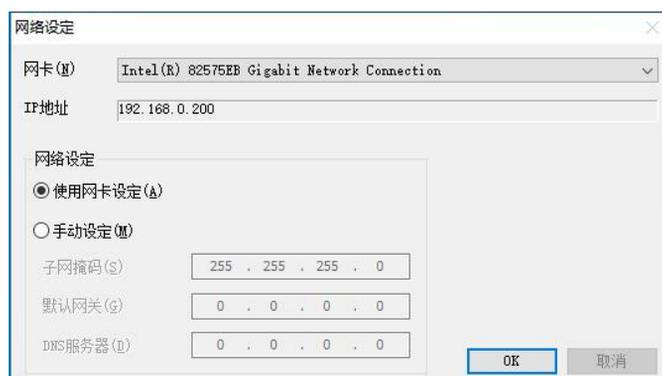

图 4-13
- 如图 4-13 所示，打开“IP Setting Tool”软件，选择当前使用网卡。